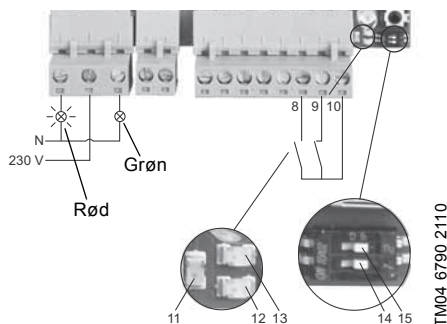

Fig. 10 Detektering af overløb
Se fig. 10.
7.1.1 Systemalarmer og -advarsler og fig. 10.